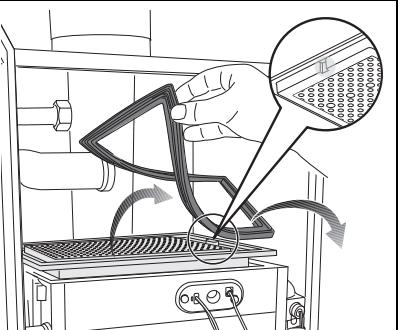

Fig. 15
- Rimontare tutto in sequenza inversa. Verificare, al reinserimento del bruciatore, che la scanalatura si trovi a destra (fig. 15, zoom).